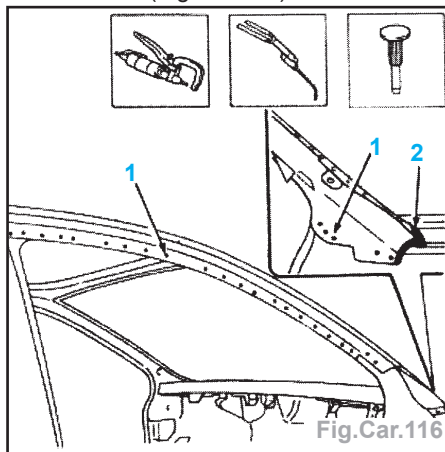

Fig.Car.116
- Dépointer avec une fraise (1) les points de soudure, la brasure (2) avec un chalumeau (Fig.Car.116).